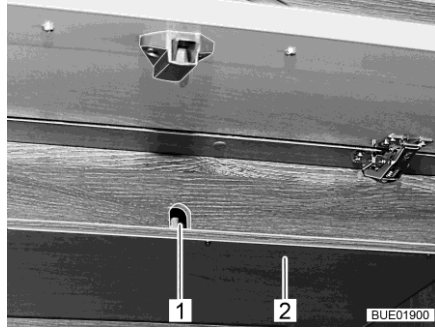

Fig. 216 Trampilla en el armario de pared
- Quitar la cubierta (Fig. 216,2) debajo del orificio de acceso (Fig. 216,1) a la manivela.